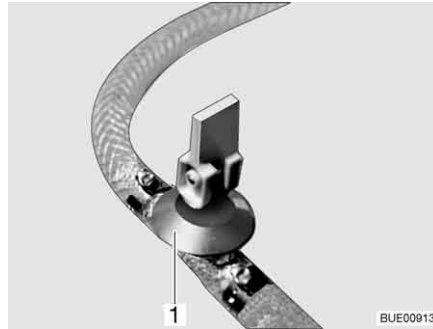
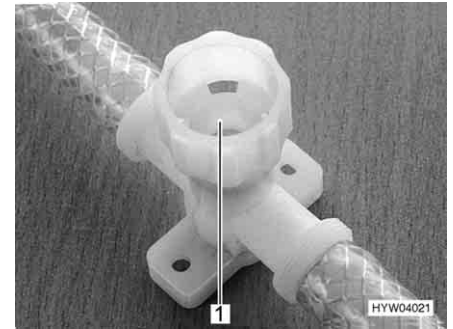

Fig. 201 Rubinetto di scarico (con leva a bilancere)
Fig. 202 Rubinetto di scarico (con tappo a vite)
- Chiudere tutti i rubinetti di scarico. Mettere la leva a bilanciere del rubinetto di scarico (Fig. 201,1) orizzontale o chiudere il coperchio del rubinetto di scarico (Fig. 202,1) in senso orario.